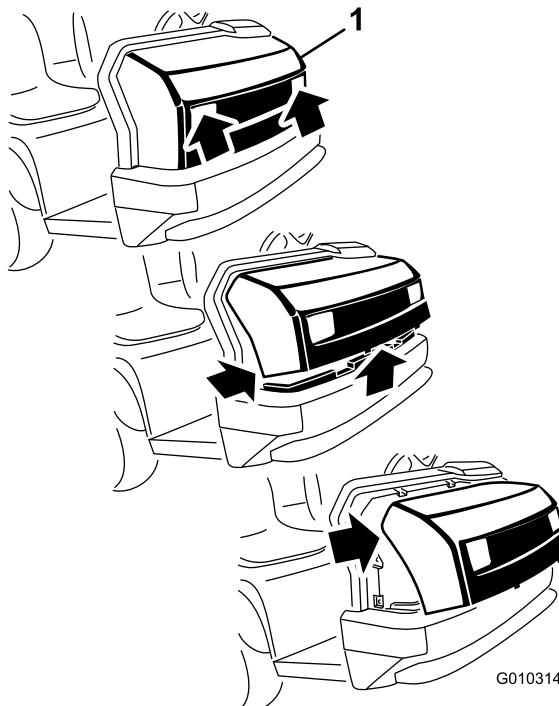

Figure 38
3. Pivotez le haut du capot en avant et débranchez les connecteurs des fils qui sont reliés aux phares (Figure 38).
1. Saisissez le capot par les ouvertures des phares et soulevez-le pour dégager les pattes de fixation inférieures des fentes du cadre (Figure 38).
2. Faites pivoter le bas du capot vers le haut jusqu'à ce que vous puissiez dégager les pattes de fixation supérieures des fentes du cadre (Figure 38).